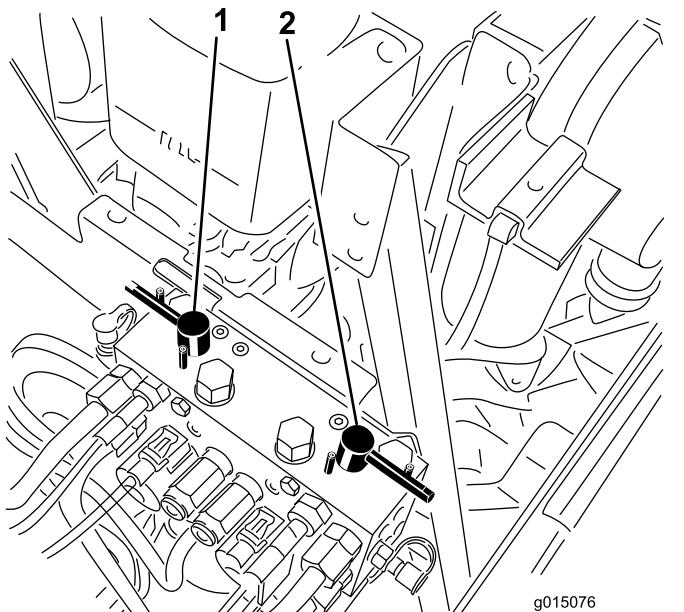

Bild 99
4. Wählen Sie entweder die vorderen, hinteren oder beide Läpphebel, um zu bestimmen, welche Spindeln geschärft werden (Bild 99).